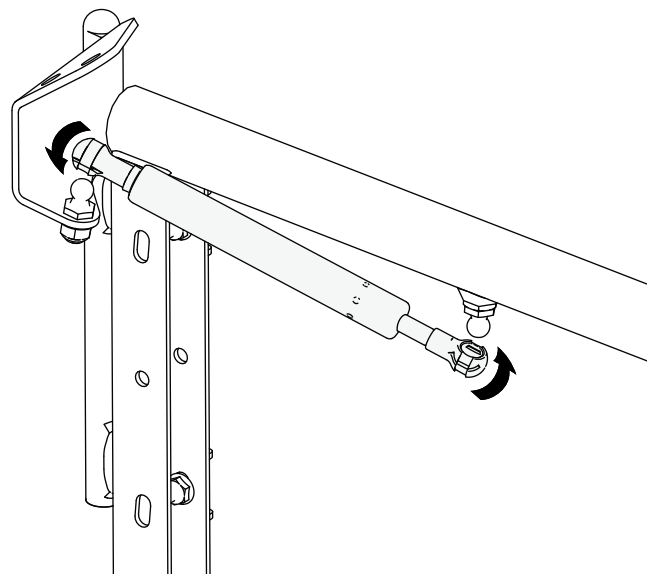

**Bild 11**
6. Montieren Sie den Türöffner und eine Unterlegscheibe (5/16") an der Schlagschraube (Bild 11).